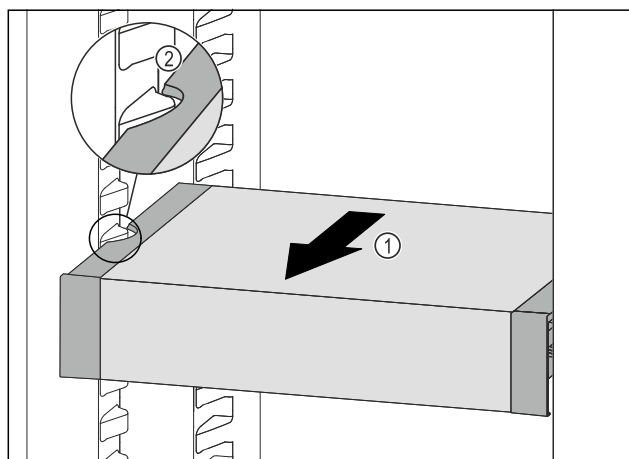

Fig. 72
- ▶ Trageți în față VarioSafe Fig. 72 (1), până când degajările laterale ale VarioSafe se află la înălțimea nervurii recipientului din frigider. Fig. 72 (2)